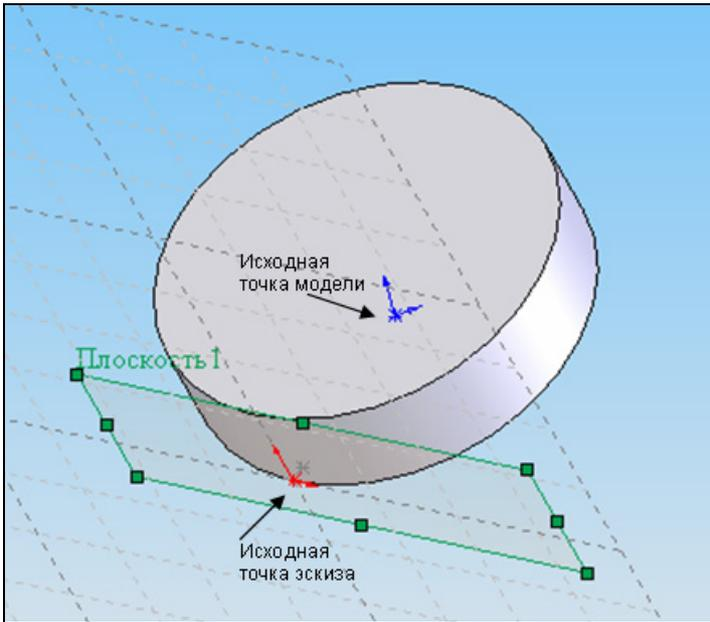

Рис. 2.8. Исходные точки модели и эскиза
- *исходная точка модели.* При создании нового документа детали или сборки эта точка отображается в центре графической области в виде двух стрелок синего цвета и представляет (0,0,0) координату модели. Также она отображается в дереве конструирования и называется **Исходная точка** (рис. 2.8 и 2.9);
- *исходная точка эскиза.* Когда эскиз становится активным, исходная точка эскиза отображается красным цветом и представляет (0,0,0) координату эскиза (рис. 2.8). Исходная точка самого первого эскиза совпадает с исходной точкой модели.